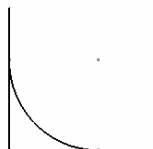

图 2-136
- : 表示保留圆角所在一侧的多余线段，如图 2-136 所示。